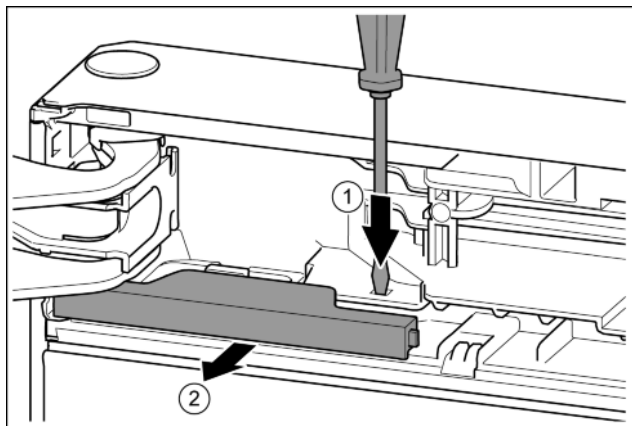

Fig. 10
- ▶ Nakładkę wcisnąć przy pomocy śrubokręta. *Fig. 10 (1)*
- ▶ Wyciągnąć osłonę z blokady. *Fig. 10 (2)*